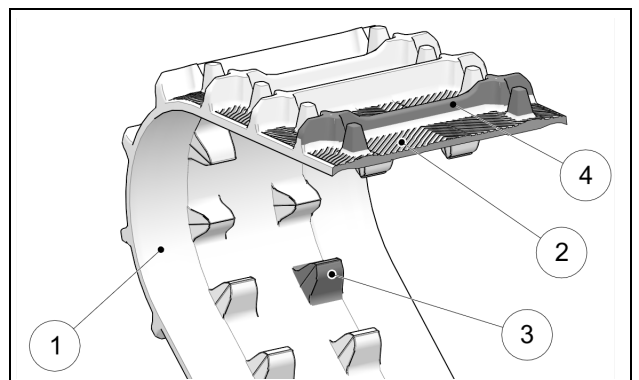

Figure 38
L'usure des profils externes impacte directement les performances de la chenille. Plus les profils sont usés, moins bonne sera la traction. Changer la chenille si vous notez une baisse significative des performances. Vérifier la bande de roulement interne (1) et externe (2), les dents de traction interne (3) et les profils (4). La présence de déchirure, perforation ou délamination à ces endroits peut rendre le système de chenille inopérable. Remplacer la chenille pour prévenir les risques de défaillance. Figure 38.